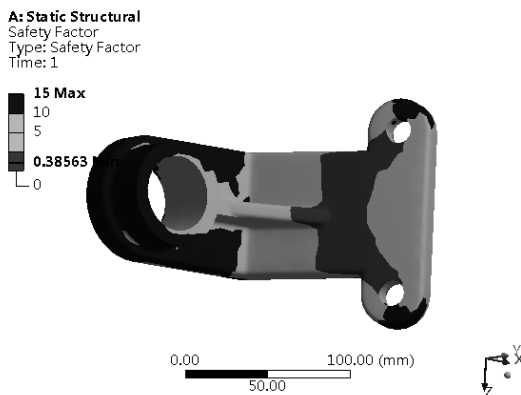

图 18-42 安全系数云图
Step20 :选择安全系数计算命令 ,如图 18-42 所示为安全系数云图。